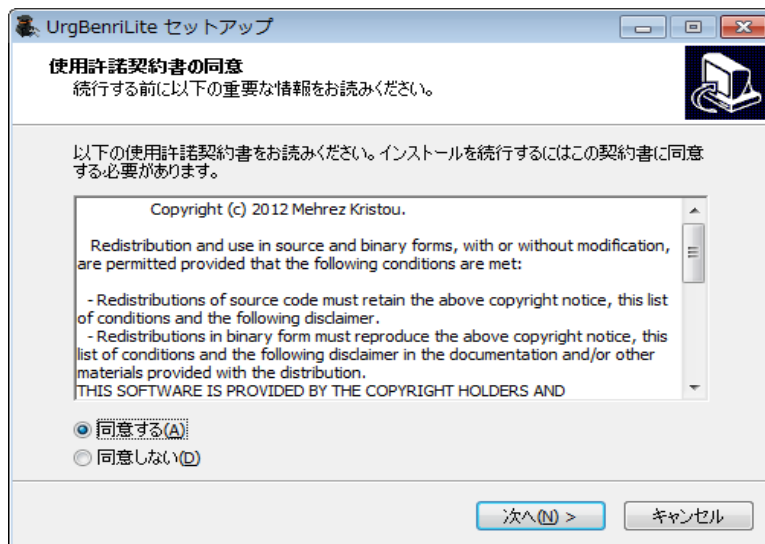

図 2-3 使用許諾書の同意画面
6. 図 2-3 の「次へ」をクリックすると、「UrgBenri Lite」のプログラムグループ指定を行います。特に指定が無ければ「次へ」をクリックしてください。